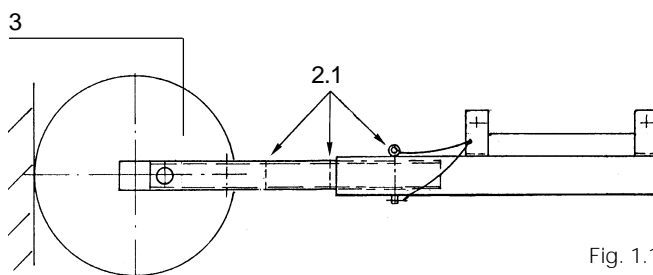
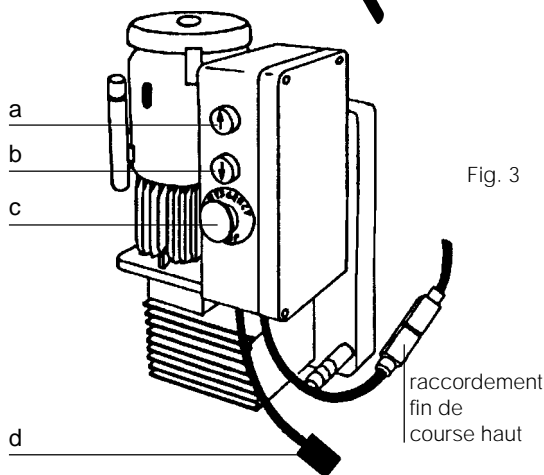

Fig. 1.1
Fig. 3
- a. Fixer le treuil TIRAK (4) - moteur tourné vers le haut - à l'étrier (1) et au socle (2), et le surcharge mécanique (13) connecté au boîtier électrique du TIRAK.
- b. Introduire le support avec les roues d'appui (3) dans le socle (2). Le verrouiller au moyen de l'axe et de la goupille-clips (2.1).
Le support (3) est muni de trois trous, permettant le réglage de la distance des roues par rapport à la façade (Fig. 1.1).
- c. Placer et verrouiller les supports (6) pour les bacs (5). Placer les deux bacs.
- d. Monter le fin de course (8) en haut de l'étrier. Le brancher au boîtier électrique du treuil TIRAK (Fig. 3).
La sécurité de surcharge (13) intervient lorsque le SOLSIT est trop chargé. Dans ce cas le mouvement de montée est coupé et le voyant du bouton poussoir lumineux (a) s'allume (Fig. 3). Pour pouvoir continuer le travail, réduire la charge. Le limiteur de charge a été taré à l'usine. Pour réglage et vérification, faire appel au service après-vente.